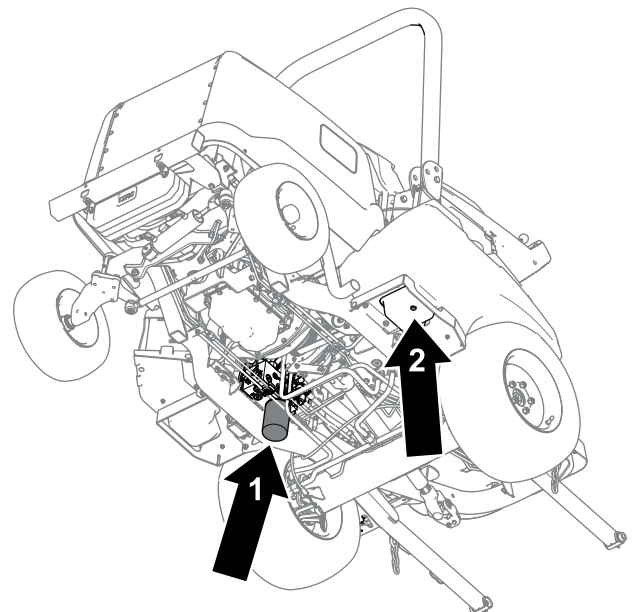

Bild 86
4. Nehmen Sie die Ablassschraube unten am Behälter ab und lassen Sie die Hydraulikflüssigkeit in die Auffangwanne ablaufen (Bild 86).
6. Stellen Sie eine Auffangwanne unter den Filter (Bild 86), entfernen Sie den Filter und lassen Sie das restliche Öl in die Auffangwanne laufen.